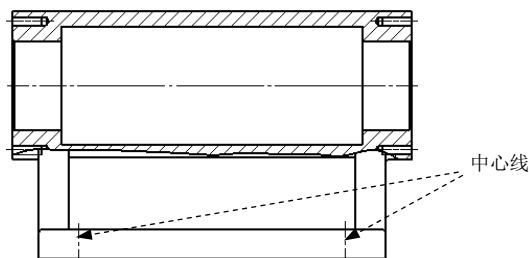

图 6.15.31 调整中心线大小
(6) 调整中心线。调整创建的中心线大小，结果如图 6.15.31 所示。